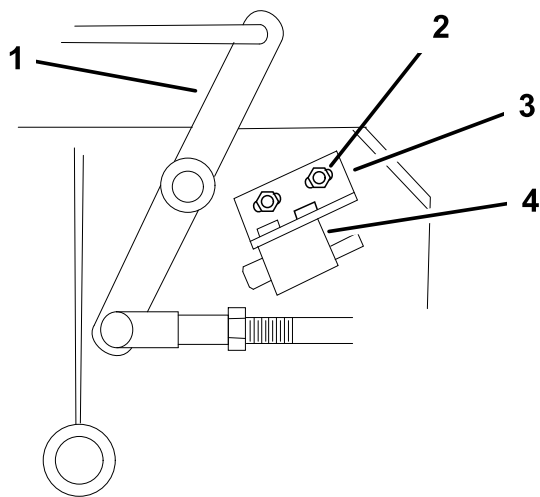

**Figura 50**
5. Asegúrese de que el brazo está en contacto con el tope trasero del brazo de la carcasa (Figura 50).
7. El brazo debe entrar en contacto con el tope delantero del brazo de la carcasa. Si no lo hace, la palanca acodada debe acercarse más al refuerzo (Figura 50).
8. Para ajustar el acoplamiento del brazo, retire el pasador de horquilla del brazo (Figura 50).
11. Instale el acoplamiento en el brazo y sujételo con el pasador de horquilla (Figura 50).